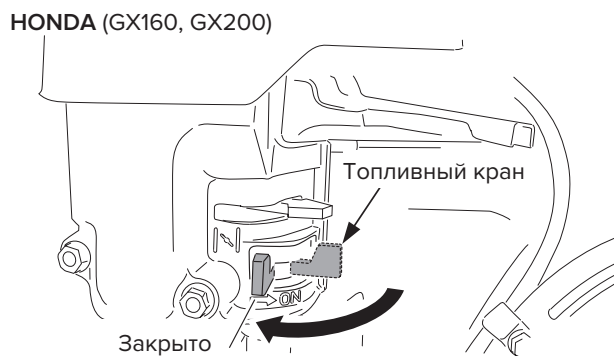

Рис. 20
3. Закройте топливный кран (рис. 20).